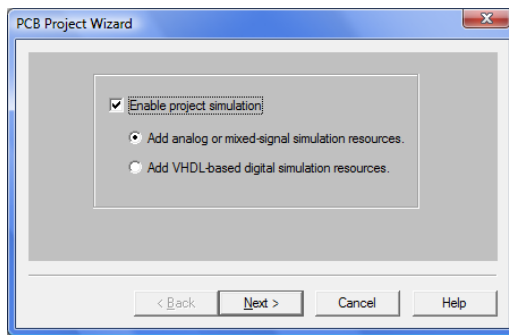

Fig. 3.
- Când se bifează **PC Board Wizard** după validarea cu **OK** apare fereastra din fig. 3: